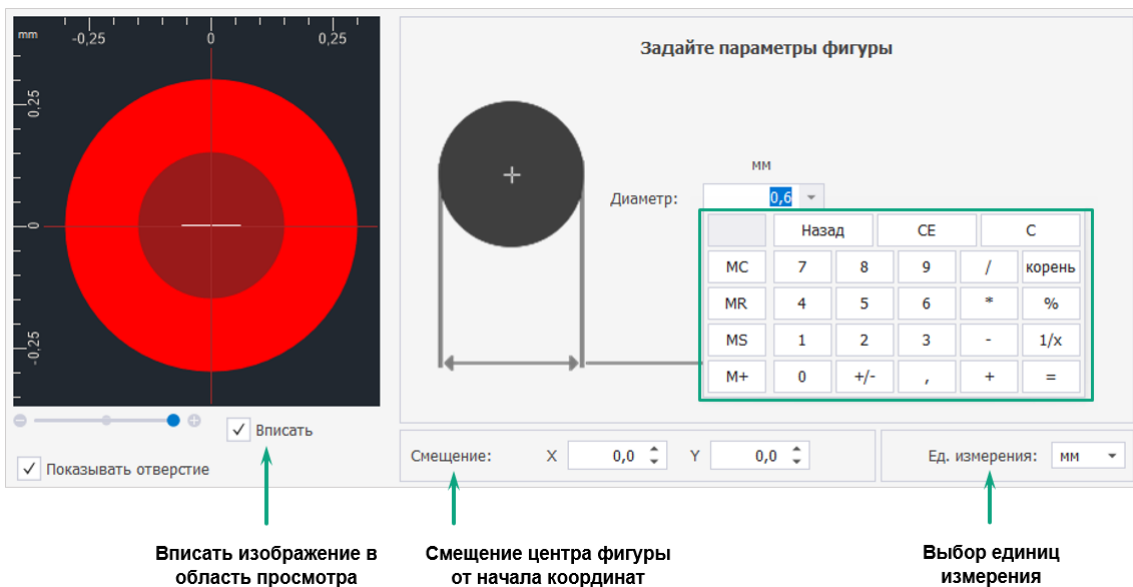

Рис. 44 Ввод параметров фигуры
3. Задать геометрические размеры фигуры, см. Рис. 44.